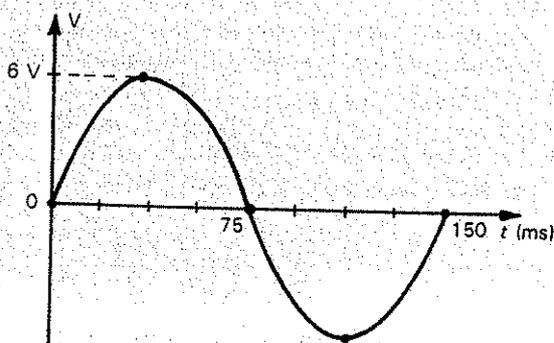

Figura 12.27
- 15) Al conectar un osciloscopio a una fuente de tensión senoidal aparece en su pantalla la imagen de la Figura 12.27. Averiguar la lectura de los siguientes aparatos de medida conectados a la misma fuente: a) un voltímetro de C.A.; b) un voltímetro de C.C.; c) un frecuencímetro.